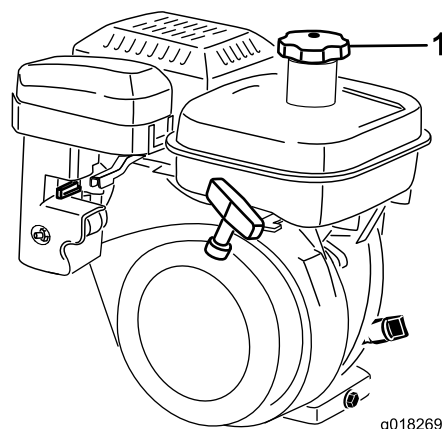

Рисунок 22
1. Очистите область вокруг отстойника топливного бака и снимите крышку (Рисунок 22). Используйте неэтилированный бензин; заправляйте топливный бак не более, чем до низа сетчатого фильтра. Не допускайте переполнения.